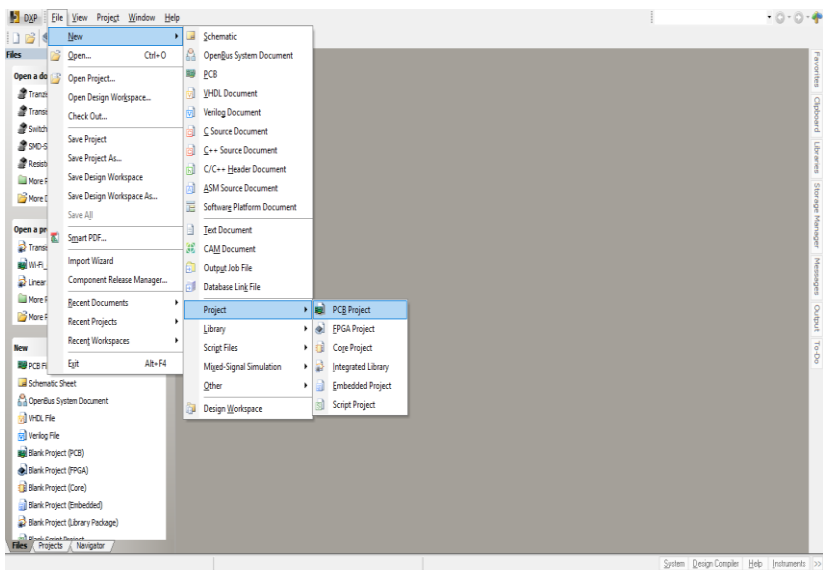

Рис. 1 Создание проекта.
2. Создать проект печатной платы (рис. 1): File > New > Project > PCB Project